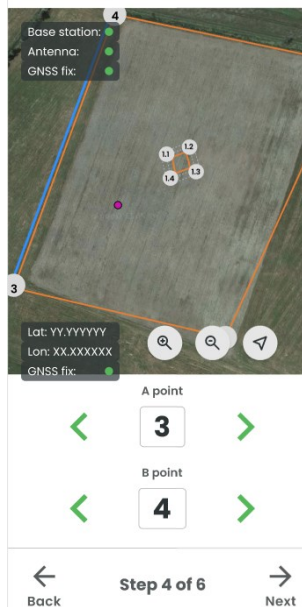
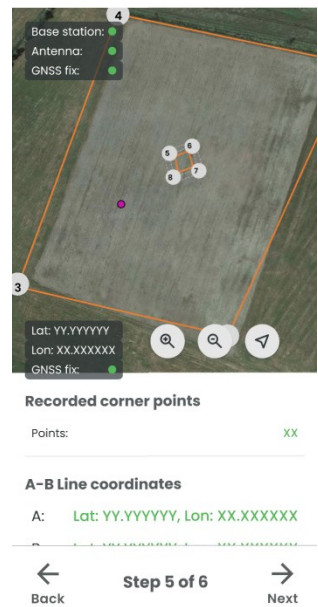

BILD 12
BILD 13
3. **Die AB-Linie von einer der aufgezeichneten Koordinaten auswählen**. Es ist nun möglich, die GPS-Koordinaten der AB-Linie zu sehen, um sie eventuell manuell in ein Gerät eines Drittanbieters einzugeben (BILD 12 und BILD 13)